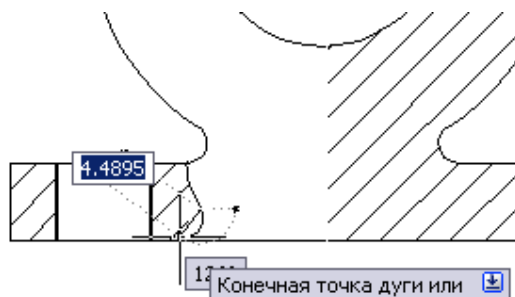

Рис. 3.30. Построение линии, ограничивающей местный разрез
- Инструментом **ПОЛИЛИНИЯ** при выбранной опции **Дуга** укажите подряд несколько точек (линия отслеживается по чертежу) (рис. 3.30). Можно также для этого использовать команду **Сплайн**.